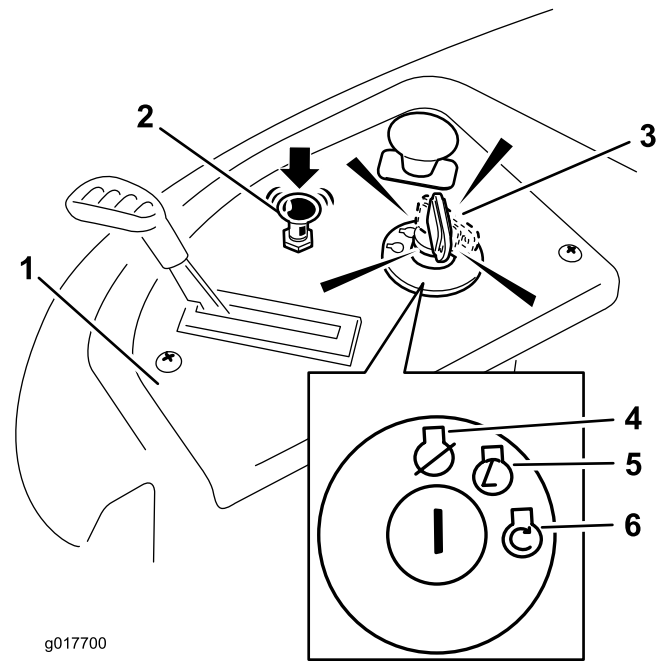

Figura 14
- Gire la llave de contacto a Arranque para activar el motor de arranque. Cuando el motor arranque, suelte la llave (Figura 14).
- Cuando el motor haya arrancado, empuje el control del estérter hacia abajo (Figura 14). Si el motor se cala o funciona irregularmente, tire hacia arriba del control del estérter y deje funcionar el motor durante unos segundos. Luego empuje el control del estérter hacia abajo. Repita este procedimiento tantas veces como sea necesario.
3. Gire la llave de contacto a la posición de Desconectado (Figura 14) y retire la llave.